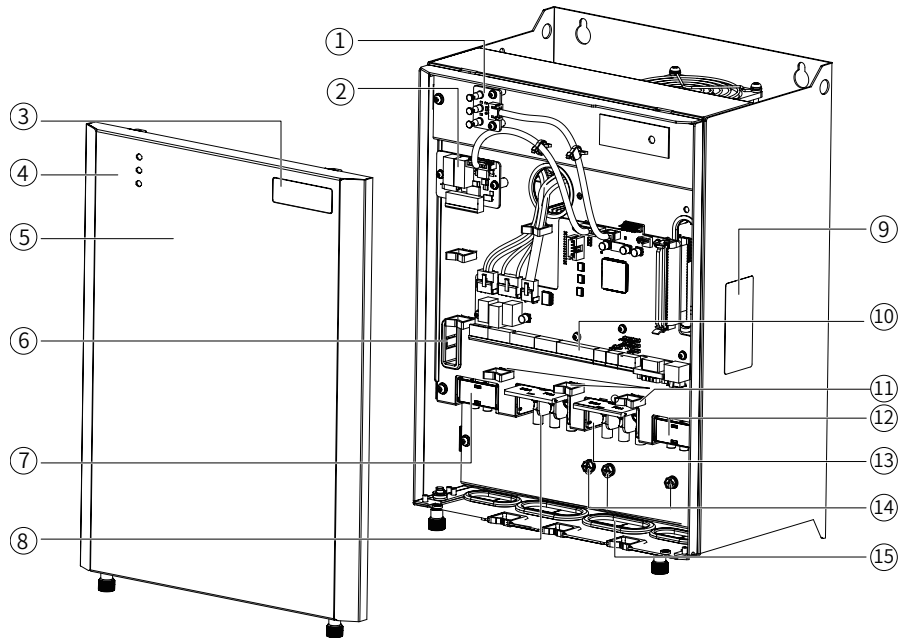
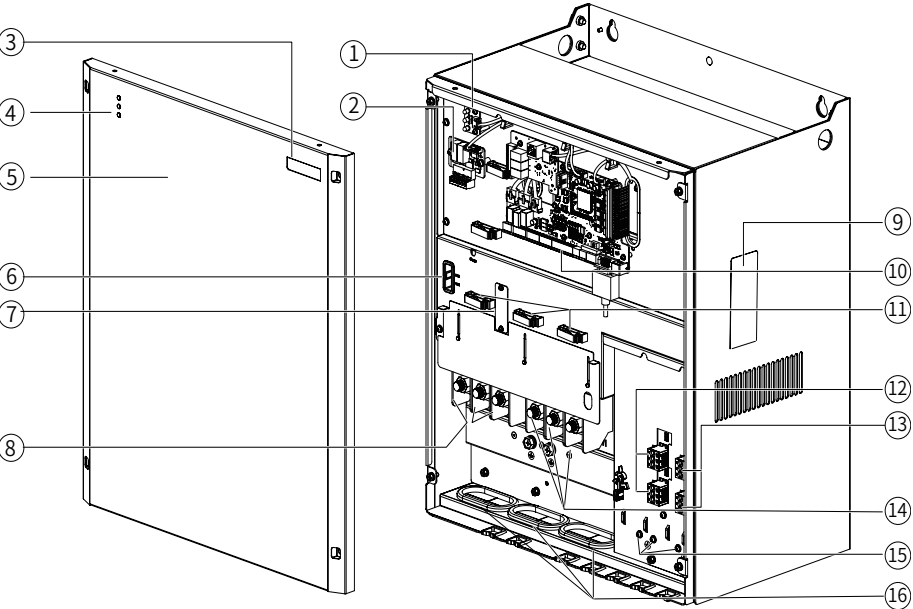

图 1-2 部件示意图【CP700-4T18.5-H~CP700-4T22-H】
图 1-3 部件示意图【CP700-4T110-H~CP700-4T132-H】
- ◆ 图 1-2 是以 CP700-4T18.5-H~CP700-4T22-H 机型为例介绍低功率段产品部件，图 1-3 是以 CP700-4T110-H~CP700-4T132-H 机型为例介绍高功率段产品部件。其他功率机型部件说明请以实物为准。